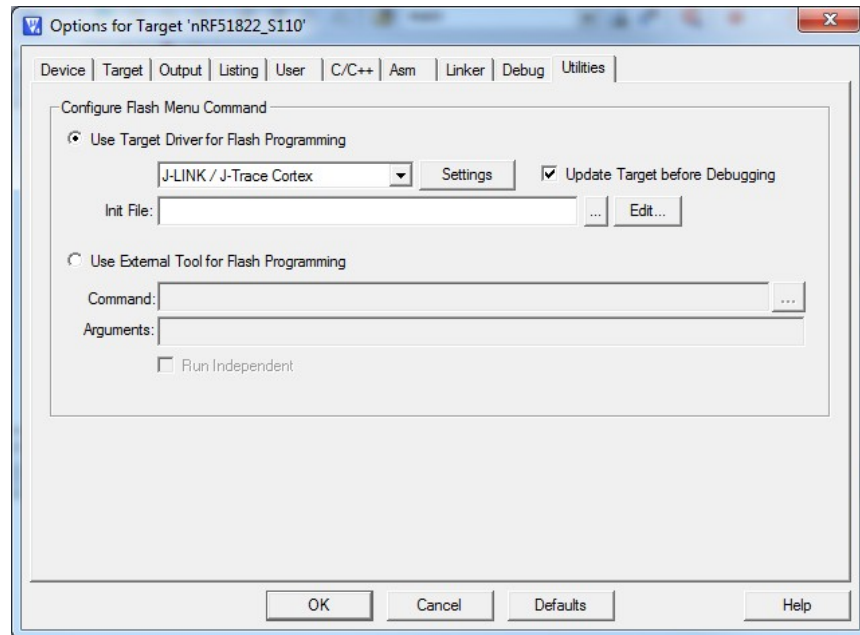

Figure 27 Debugger selection
9. 在下拉菜单中选择适当的调试器 **Figure 27**.